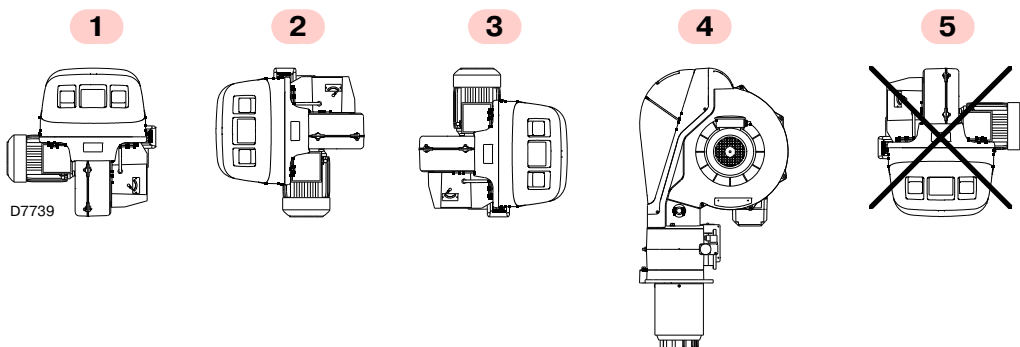

Рис. 12
- Горелка предназначена исключительно для функционирования в положениях **1**, **2**, **3** и **4** (Рис. 12).